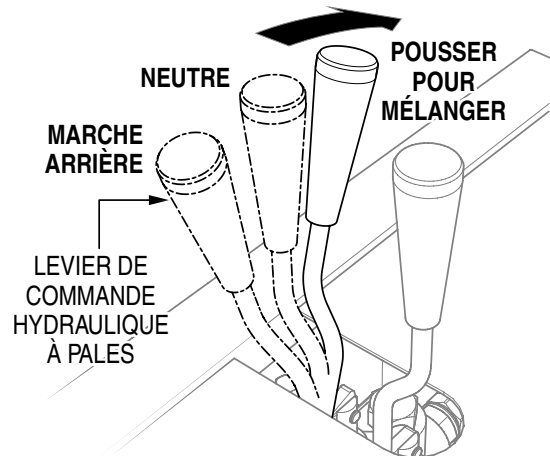

Figure 25. Levier de commande hydraulique à pales - (position de mélange)
1. Pousser le levier de commande hydraulique des pales (Figure 25) vers l'avant pour une rotation de mélange dans le sens des aiguilles d'une montre.